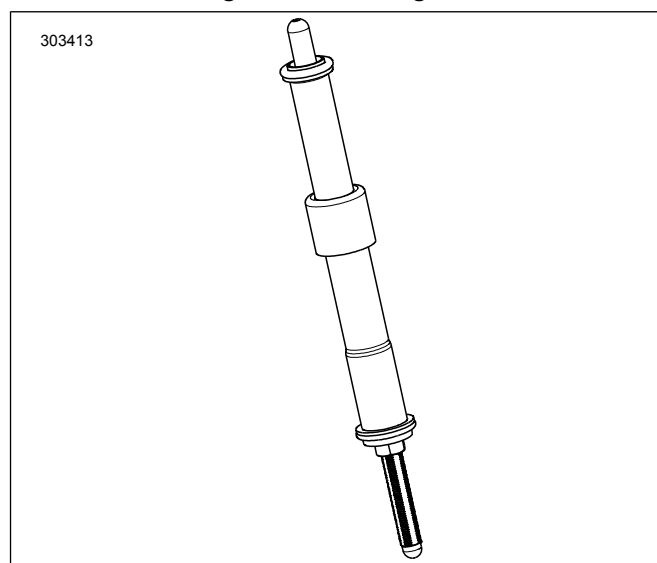

Figura 4. Tacheț montat în capacul tachețului
7. A se vedea figura 4. Montați tacheții de admisie în capacele tacheților. Înlocuiți inelele de etanșare, capacele inferioare ale tacheților și dispozitivele de fixare a capacelor arcurilor cu noile componente furnizate în kit. Capetele reglabile ale tacheților trebuie să fie coborâte.